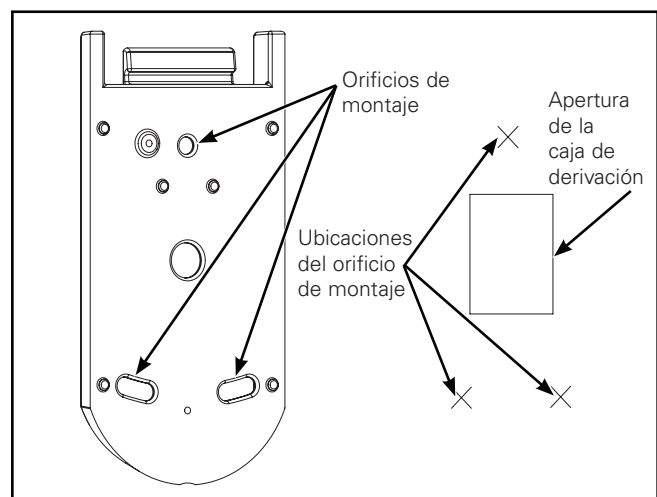
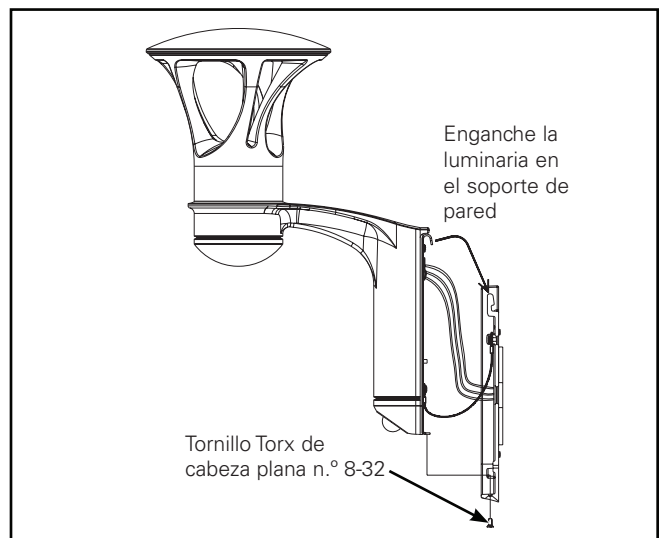

Figura 1.
Figura 5
### Cómo instalarlo (Figura 1. - Figura 5.)
1. Usando la placa de montaje en pared como plantilla, perforo tres orificios en la pared (Figura 1). Monte la placa en la pared con los anclajes adecuados (no incluidos), asegúrese de que la junta esté apoyada contra la caja de derivación.
7. Levante la luminaria y engánchela en la placa de pared, luego deslícela hacia abajo. Bloquee la luminaria en su lugar con el tornillo del portacasquillo avellanado n.º 8-32. (Figura 5.)